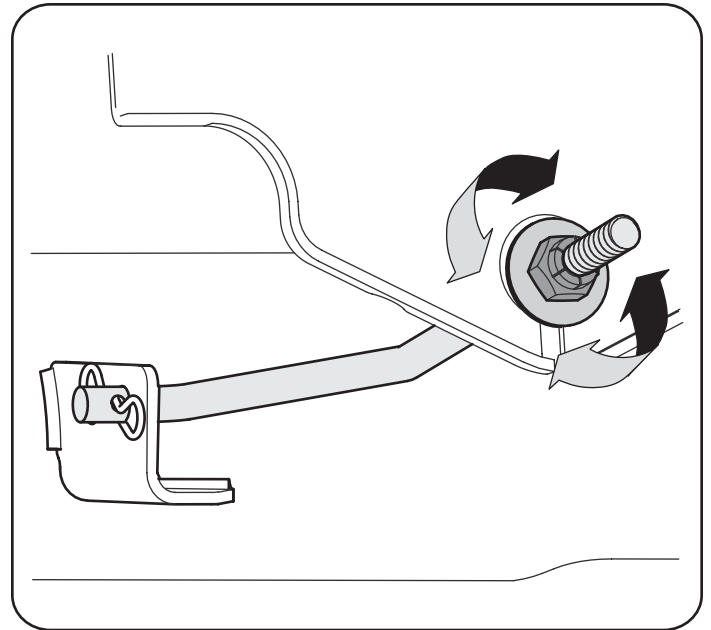

Figura 23
3. Localice la contratuerca y la tuerca de seguridad que se encuentran en la parte delantera de la ménsula estabilizadora. Consulte la Figura 23.